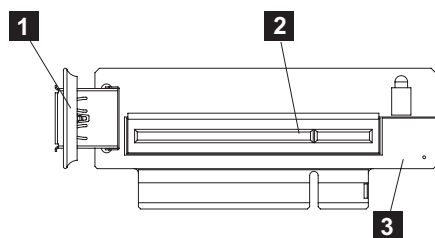

図 198. SAN ボリューム・コントローラー 2145-CF8 の USB ライザー・カード・アセンブリー
7. ディスク・コントローラーと USB ライザー・カード・アセンブリー ( **3** ) 上の USB 接続 (243 ページの図 198 の **1** ) から、USB サービス・コントロー